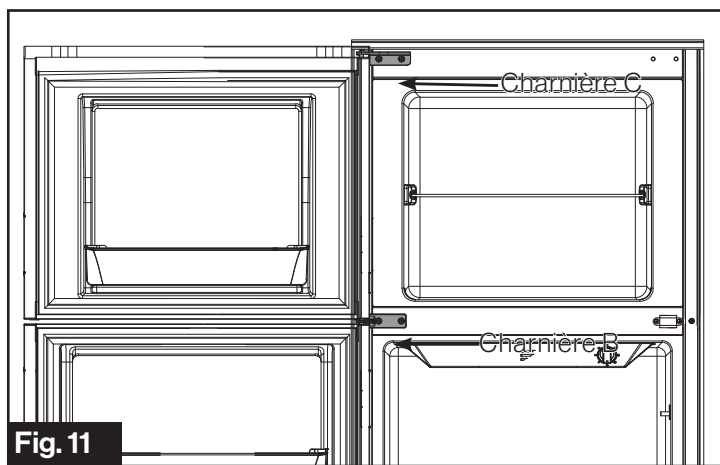

Fig. 11
8. Réinstallez la porte du congélateur, puis fixez la charnière C en haut à gauche. (Fig. 11)